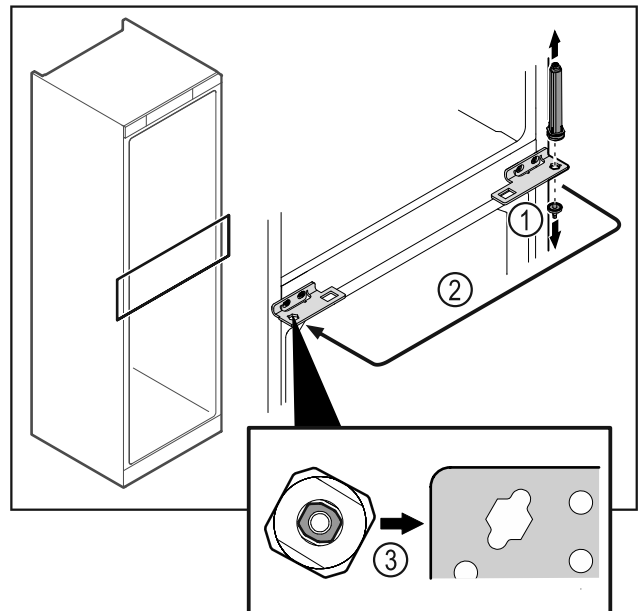

Fig. 49
- Odskrutkujte čap závesu Fig. 49 (1).
- Premiestnite systém zatvárania dverí Fig. 49 (2).
- Dbajte pri nasadzovaní na správne vyrovnanie systému zatvárania dverí Fig. 49 (3).